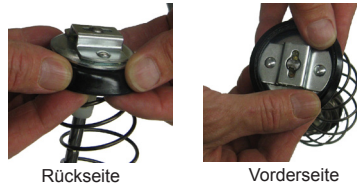

Abbildung 5:
- Überprüfen Sie vor dem Einsetzen einer neuen Kartusche visuell die Ausbauchung der Kolbendichtlippe. Diese Lippe muss zum Einsetzen der Kartusche in Richtung des Kolbengriffs bzw. nach hinten weisen (siehe Abb. 5). (Die Ausbauchrichtung der Dichtlippe lässt sich ändern. Schrauben Sie die Kappe vom Fettrohr ab und ziehen Sie am Griff, bis sich die Dichtlippe vom Rohr löst. Wenden Sie die Dichtung und montieren Sie alles wieder.)